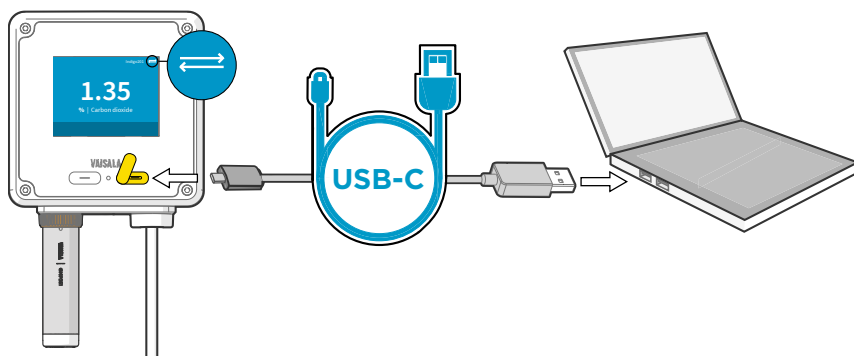

图 27 使用 USB-C 电缆将 Indigo200 数据处理单元连接到 Insight PC 软件
5. 在带显示屏的数据处理单元型号中，当 USB 电缆连接处于活动状态时，数据处理单元显示屏的右上角会显示 USB 连接图标（请参见 图 27 (第 65 页)）。